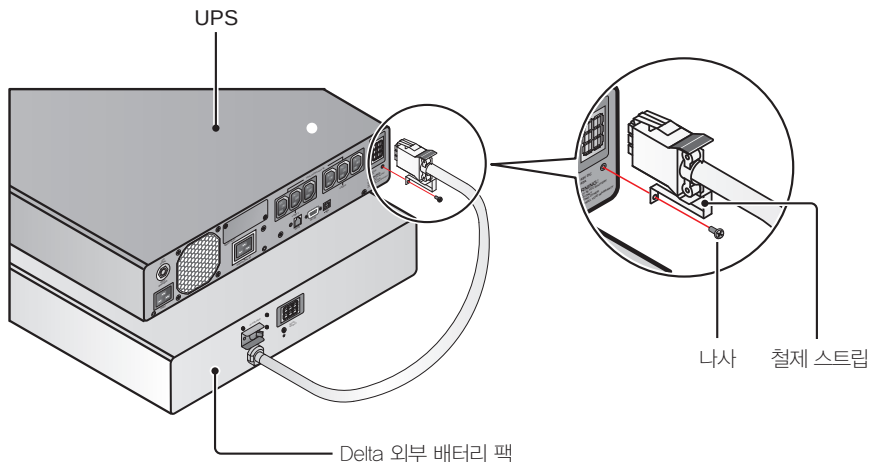

Figure 4-2 : UPS와 Delta 외부 옵션 배터리 팩의 연결
- ❶ 배터리 팩의 DC 차단기를 OFF 위치로 설정합니다.
- ❷ UPS 후면에 위치한 외부 배터리 팩 커넥터의 커버를 제거합니다.
- ❸ Delta 외부 옵션 배터리 팩에 부착된 배터리 케이블을 UPS의 배터리 팩 커넥터에 연결합니다. 아래 그림에 제시된 배터리 케이블의 철제 스트랩을 나사로 확고하게 고정시킵니다. 여기에서 UPS202R2RT0B035을 샘플 모델로 예시하고 있습니다. **Figure 4-2**를 참조 바랍니다.